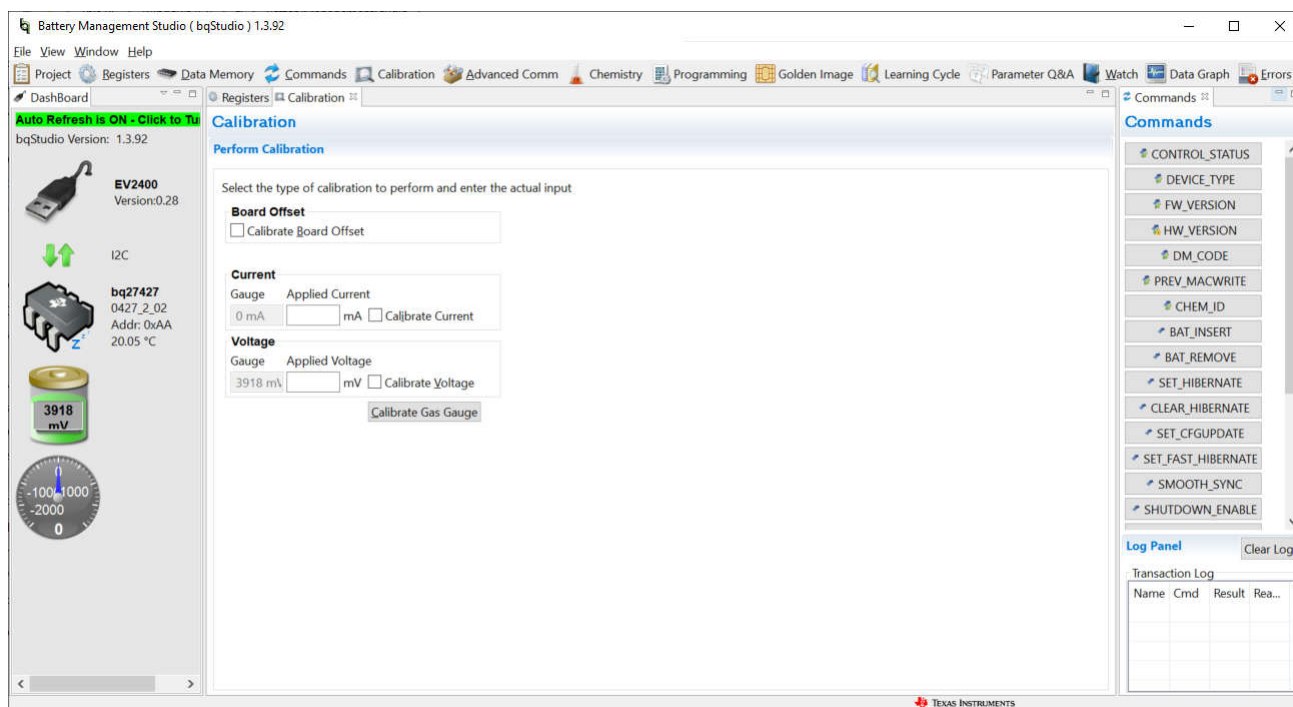

図 8-1. Calibration ウィンドウ
BQ27427EVM は、正確な値のレポートを確実にを行うためにキャリブレーションする必要があります。これは、bqStudio (図 8-1) の「Calibration」(キャリブレーション) ウィンドウを使用して行います。
1. 実行するキャリブレーションのタイプを選択します (図 8-1 を参照)。